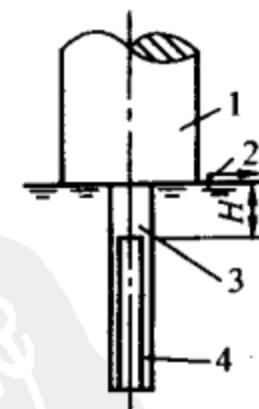

图 2-44 药包安装示意图
对水坑、流砂坑采用直径为 30mm 的药包，装药量为 0.8kg 为宜；对其他较坚硬的土壤采用直径为 34mm 的药包，装药量以 1kg 为宜。②装药顺序：首先检查塑料药包，应无漏气之处；然后将雷管、导爆索插入塑料药包中，最后将定量的炸药通过漏斗倒入药包内，并均匀分布，再封闭药包上端口。③电雷管及其接线：电雷管采用 8# 瞬发纸壳工业雷管，一个药包内装两个雷管，其安装位置可在导爆索两端用胶布缠住，其接线采用并联接线。④药包安放：在已确定的杆位上，垂直于地面打一直径为 40~50mm、深度为电杆长 1/6 的孔眼，清理后将药包放入（孔眼内如有积水也不用排除）。为了顺利地将药包放入孔眼中，可用一根 $\phi 10\text{mm}$ 的钢筋棍（长 2.5m）附在药包上一起插入孔眼，然后将钢筋棍取出，并将雷管引线和电源胶质线接好，用粘胶布包好。胶质线引出离杆位 30m 以外，药包到杆根距离 H 为 200~250mm，上部覆盖松土，并插以标记，如图 2-44 所示。